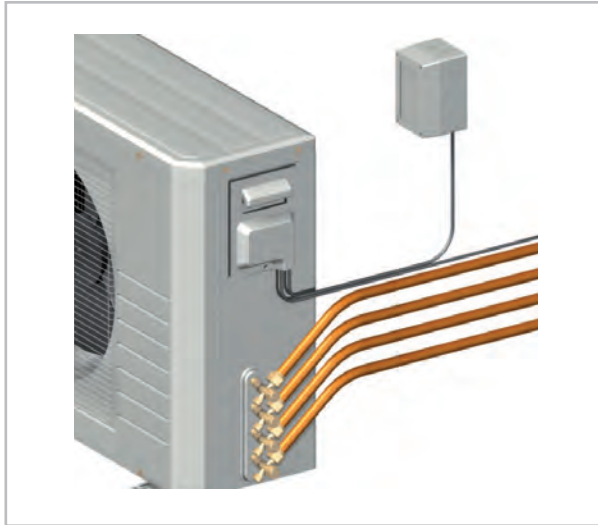

Abb. 15: Anschluss des Aussenteils
- Der Anschlusskasten ist bauseitig in der Nähe des Außenteiles zu installieren. Wir empfehlen, einen Haupt- bzw. Reparaturschalter einzusetzen (Abb. 15).